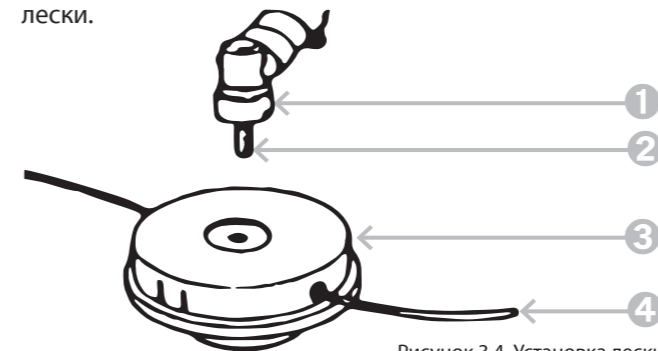

Рисунок 3.4. Установка лески
- 2 Зафиксируйте вал от проворачивания с помощью ключа (11), закрутите кассету с леской (3) (см. рис. 3.4.) против часовой стрелки до упора.